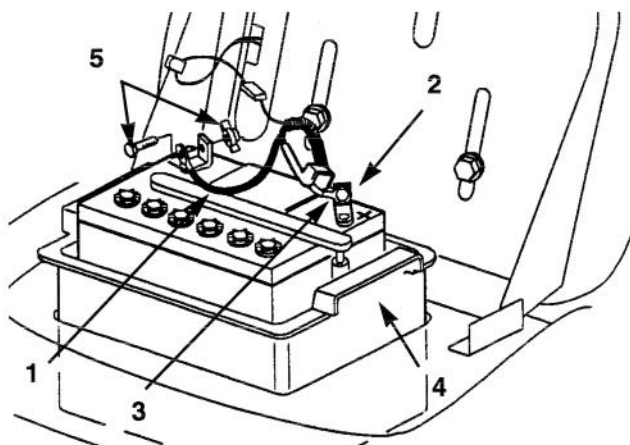
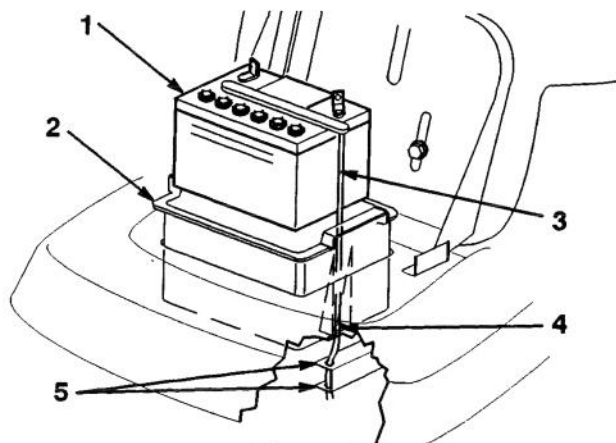

Figure 19
Figure 20
3. Débrancher le câble négatif (noir) de masse de la borne de la batterie (Fig. 19).
4. Repousser la gaine en caoutchouc le long du câble positif (rouge) et débrancher le câble de la borne de la batterie (Fig. 19).
5. Déposer le boîtier de la batterie, la batterie et le long tube d'évacuation du châssis (Fig. 20).
2. Installer le boîtier et la batterie dans le châssis (Fig. 19). Vérifier que l'extrémité du tube d'évacuation se trouve dans le trou du châssis (Fig. 20).
3. A l'aide du boulon et de l'écrou papillon, connecter le câble positif (rouge) à la borne positive (+) de la batterie (Fig. 19). Glisser la gaine en caoutchouc sur la borne.
4. A l'aide du boulon et de l'écrou papillon, connecter le câble négatif (noir) à la borne négative (-) de la batterie (Fig. 19).